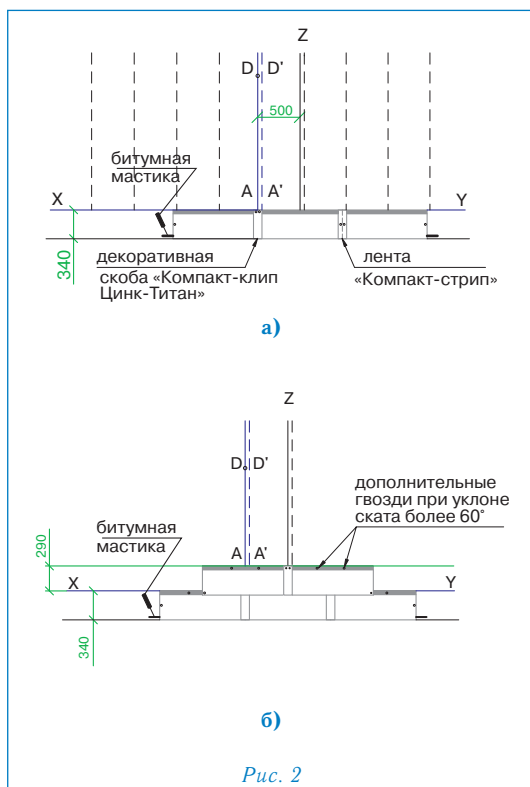

Рис. 2
Укладка материала (рис. 2)
- укладка черепицы начинается от линии AD, при этом ее верхний край выравнивается по линии XY (рис. 2а);
- листы первого ряда укладываются встык и фиксируются двумя гвоздями по центру коротких сторон на расстоянии 2 см от края (рис. 2а);
- правая сторона скобы «Компакт-клип Цинк-Титан» выравнивается по линии A'D' и фиксируется двумя гвоздями через специальные отверстия (рис. 2а);
- листы второго ряда черепицы укладываются от линии Z, их нижний край выравнивается по линии, параллельной XY; каждый лист фиксируется двумя гвоздями в 2,5 см от нижней стороны; стыки закрываются декоративными скобами «Компакт-клип Цинк-Титан», которые также фиксируются двумя гвоздями (рис. 2б);
Каждый лист ПРЕСТИЖ КОМПАКТ ЦИНК-ТИТАН закрепляется четырьмя гвоздями, в соответствии с рекомендациями, приведенными выше (рис. 2б).
При укладке материала на скатах с уклоном более 60° каждый лист дополнительно фиксируется двумя гвоздями в верхней части (рис. 2б).